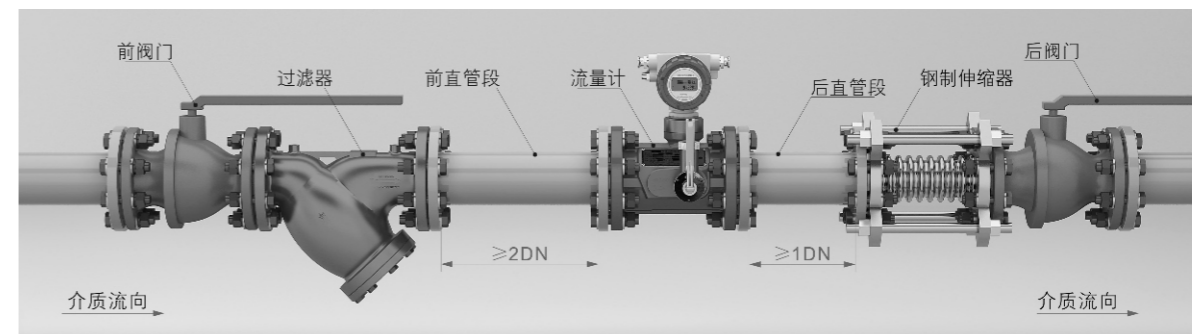

图6 流量计水平安装示意图
5.5.3 管道设备配置建议按图6所示安装；为了便于维修，不影响流体正常运送，应并联一路作为备用计量管道。